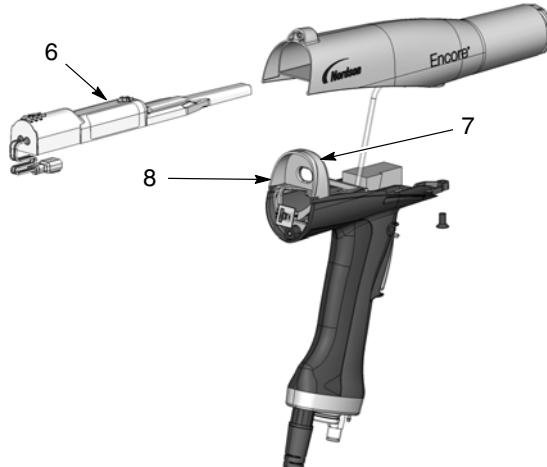

Рис. 6-4 Извлечение блока питания из корпуса пистолета
1. См. рис. 6-4. Извлечь блок питания (6) из корпуса распылителя.
2. Проверить прокладку (7) с задней стороны перегородки (8). Заменить, если она повреждена. Прокладка приклеена к перегородке с помощью контактного клея.